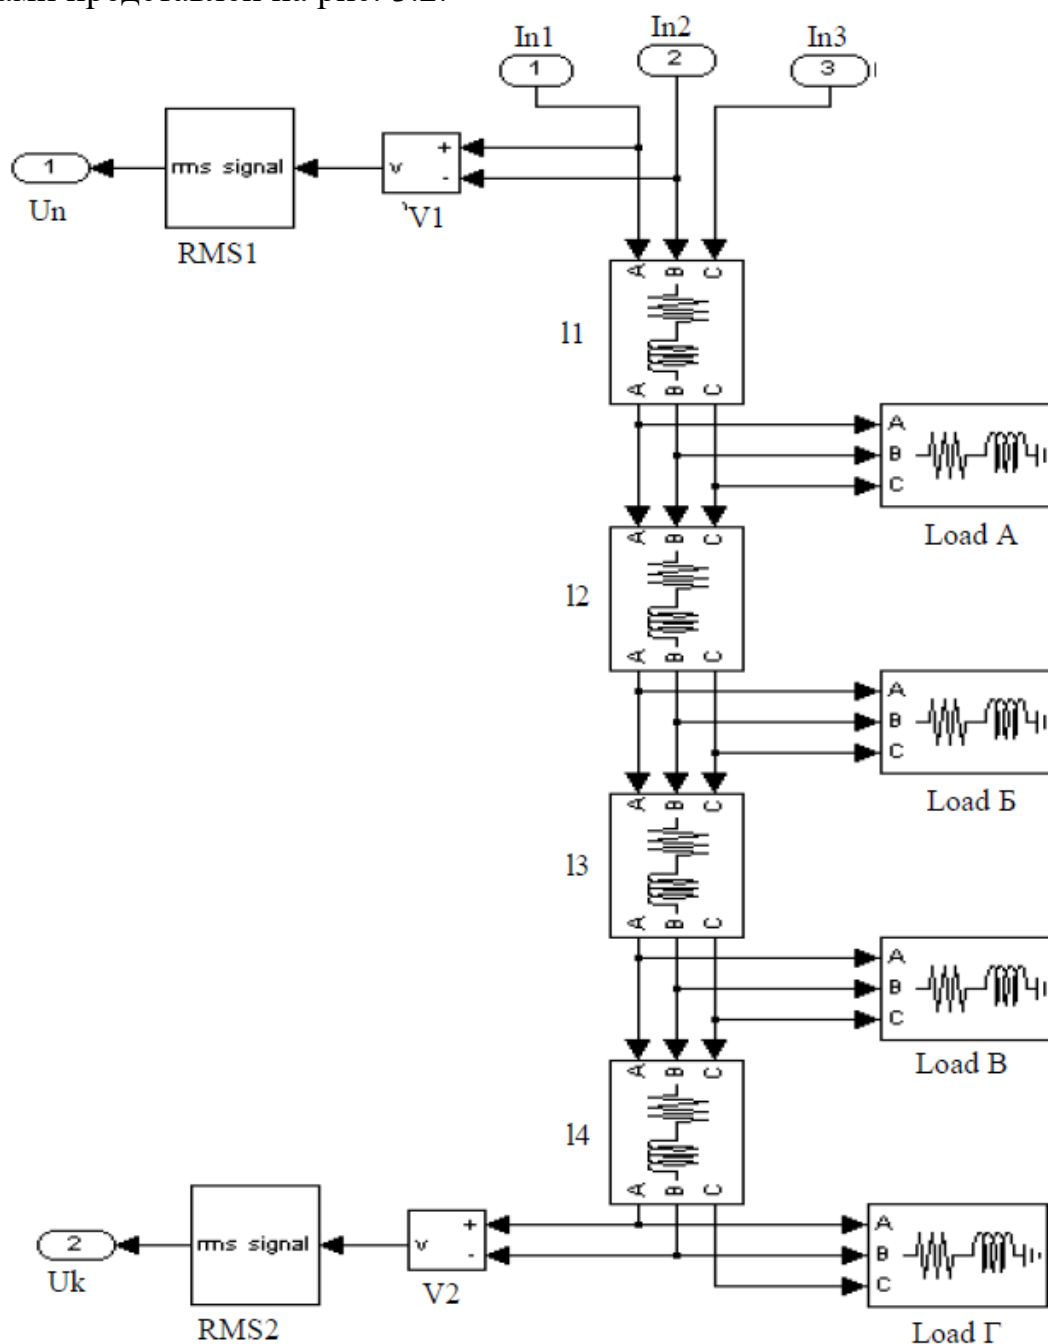

Рис. 3.2. Модель участка сети в виде подсистемы с напряжением 0,4 кВ.
Пример подсистемы участка сети с напряжением 0,4 кВ и с четырьмя нагрузками представлен на рис. 3.2.
4. В соответствии со своим вариантом, выберите параметры по табл. 3.1 и 3.2. Рассчитайте полные значения сопротивления и проводимости участков сети с напряжением 0,4 кВ, определите мощность нагрузок, задайте параметры элементов, соедините блоки так, как на рис. 3.2.